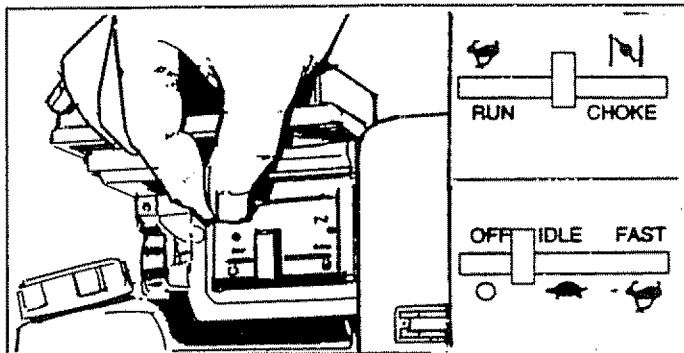

FIG. 20
- Coloque el mando del estrangulador o la palanca de control del equipo en posición de "ESTRANGULADOR" o CHOKE. (Fig. 20).